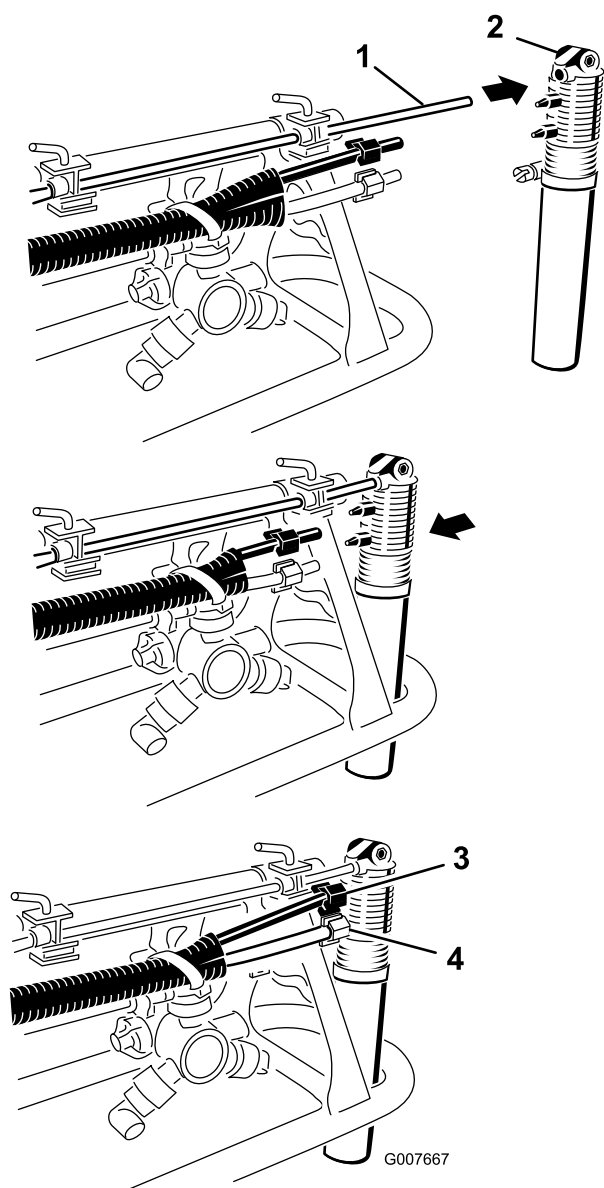

図 21
1. 付属部品の中から泡用ノズルを探し出し、各ノズルを 図 21 に示すように取り付けロッドに取り付ける。